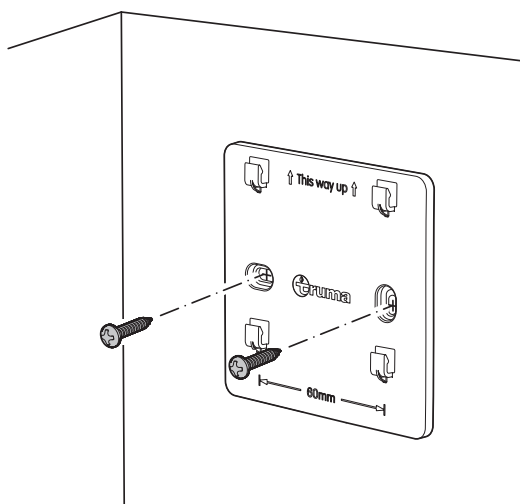

Fig. 17
- Pour fixer la plaque de montage, tourner les deux vis à bois demi-rondes dans la paroi à l'aide d'un tourne-vis cruciforme (Fig. 17).